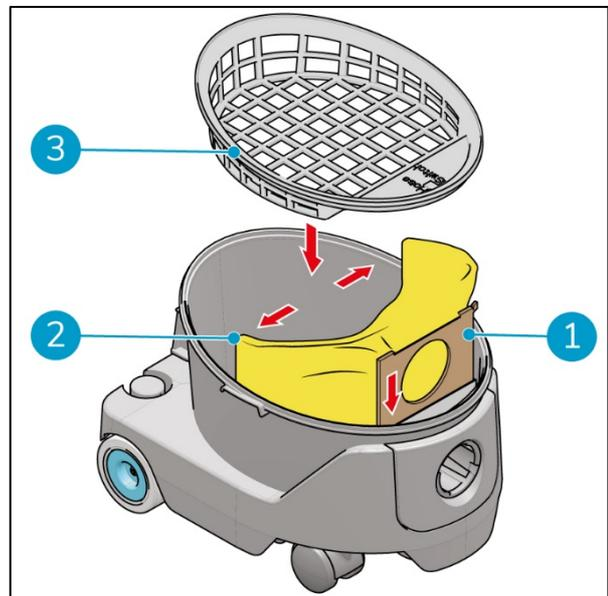

Figure 11
11. Faites glisser le col en carton du nouveau sac filtrant (Figure 11, pos. 1) dans les fentes pour insérer complètement le sac à poussière.
12. Dépliez le sac à poussière (Figure 11, pos. 2).
13. Remettez le sac filtrant en place (Figure 11, pos. 3).